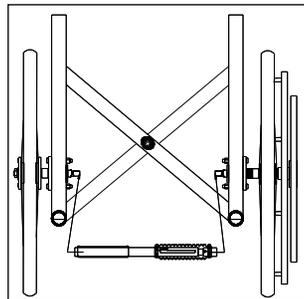

Fig. 16
**1. Installation (Fig. 16 & 16a)**